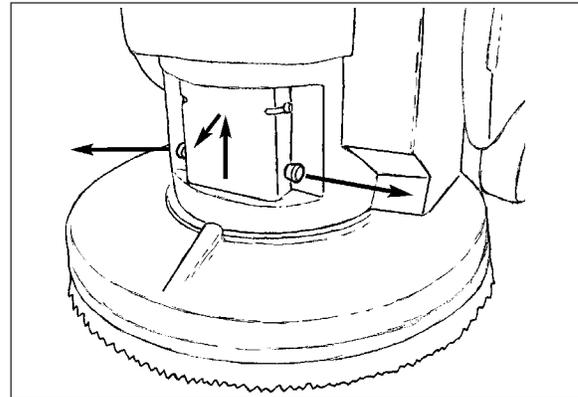
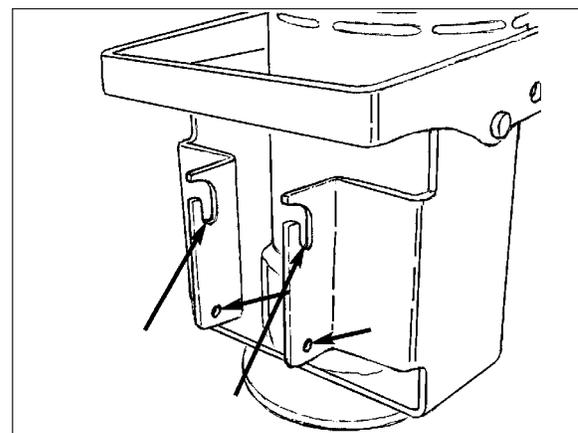

Abb. 18
Abb. 19
- **Hochvolumen** - In dieser Phase leuchtet die rote Lampe am Ladegerät auf (siehe Abb. 18). Das Ladegerät leitet nun seine volle Stromstärke an die Batterien. Die Batterien werden in dieser Stärke versorgt, bis sie ca. 75% ihrer Kapazität erreichen.
HINWEIS: Es ist nicht erforderlich, beim Ausbauen oder Installieren der Bürste oder des Führungstellers das Bürstengehäuse zu entfernen. Für einen besseren Zugang zur Bürste oder beim Fahren der Maschine auf eine Rampe kann das Bürstengehäuse entfernt werden. Das Bürstengehäuse wird entfernt, indem der Federstift an der linken Gehäuseseite nach außen gezogen und dann das Bürstengehäuse nach oben und außen gehoben wird (siehe Abb. 18). Installieren Sie das Bürstengehäuse in umgekehrter Reihenfolge. Achten Sie dabei darauf, dass die Querstange im Bürstengehäuse in die beiden Schlitze der Motorhalterung eingesetzt und dass der Federstift festgestellt wird. (siehe Abb. 19).